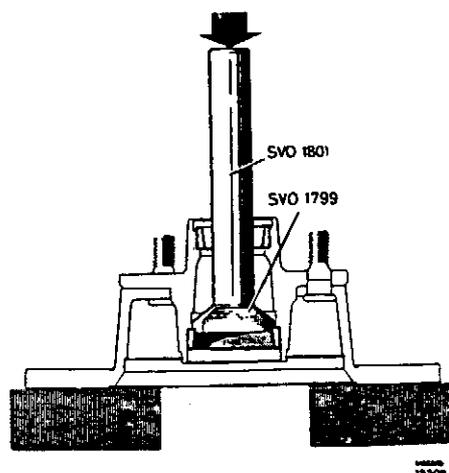
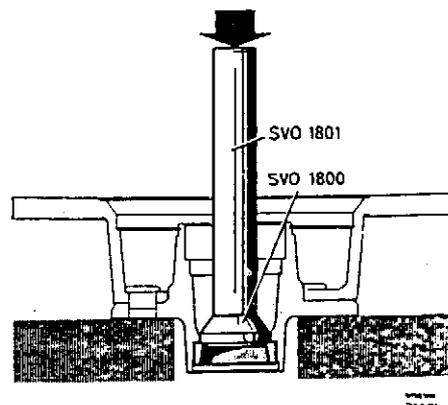

Abb. 27 Ausbau des inneren Lagerringes
Abb. 28 Ausbau des äußeren Lagerringes
4. Lagerringe ausbauen. Für den Ring des inneren Lagers Dorn SVO 1799 (Abb. 27) und für den Ring des äußeren Lagers Dorn SVO 1800 (Abb. 28) sowie Standardschiff SVO 1801 verwenden.